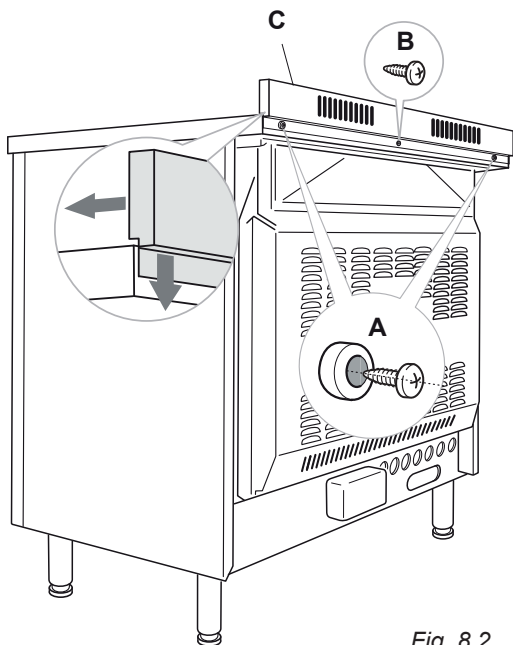

Fig. 8.2
Avant d'installer la cuisinière, assembler la protection arrière "C" (fig. 8.2).
- Enlever les entretoises “**A**” (fig. 8.2) en dévissant la vis de fixation.